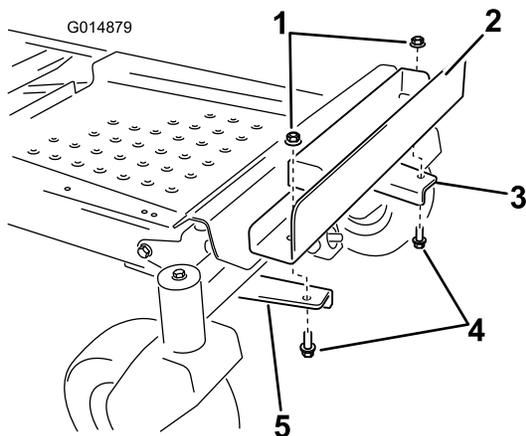

Figure 8
6. Alignez les trous extérieurs du support de masse sur les supports de fixation installés précédemment (Figure 8).
7. Fixez le support de masse au moyen de 2 boulons ($\frac{3}{8}$ x 1 po) et 2 contre-écrous ($\frac{3}{8}$ po), comme montré à la Figure 8.